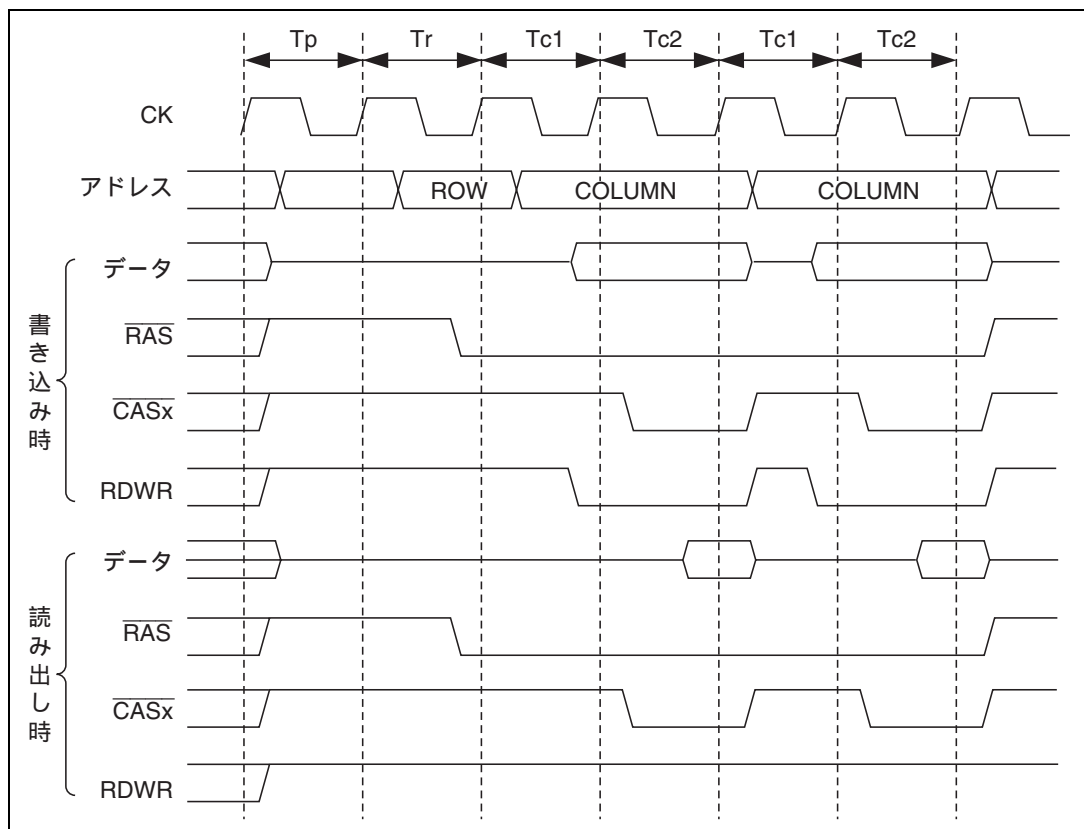

図 8.12 DRAM バスサイクル (高速ページモード)
DCR のバーストイネーブルビット (BE) の設定によって、高速ページモードを利用したバーストアクセスを行うことができます。タイミングを図 8.12 に示します。バーストアクセスを行う場合にも、DCR によるウェイトサイクルの挿入を行うことができます。